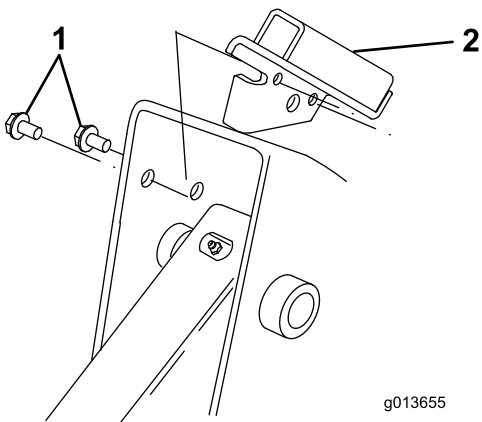

Bild 5
3. Fluchten Sie die Nase am Scheibenbügel mit der Vorderkante des Rahmens aus, wobei sich der Bügel an der Innenseite der Hubarmtasche befinden muss (Bild 5).
den richtigen Bügel verwenden. Die Nase muss über die Kante des Rahmens gehen, während sich der Bügel Halterung an der Innenseite der Hubarmtasche befindet. Dabei müssen die zwei kleineren Löcher in der Halterung mit den von Ihnen in den Rahmen gebohrten Löchern ausgefluchtet sein (**Bild 5**).
4. Befestigen Sie die Halterung mit zwei Blechschrauben am Rahmen (**Bild 5**).